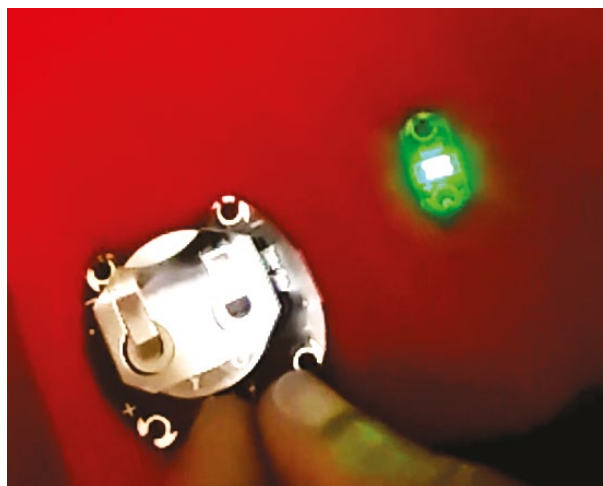

Figure 2 : Première étape : la LED est cousue sur un tissu d'essai. La pile bouton est insérée dans un porte-pile bouton LilyPad que j'avais.
1. Vérification de l'**allumage d'une LED** (voir Figure 2). Sur un bout de tissu sans importance, j'ai cousu une LED que j'ai alimentée par une pile bouton. Cela a permis de m'essayer au fil conducteur.